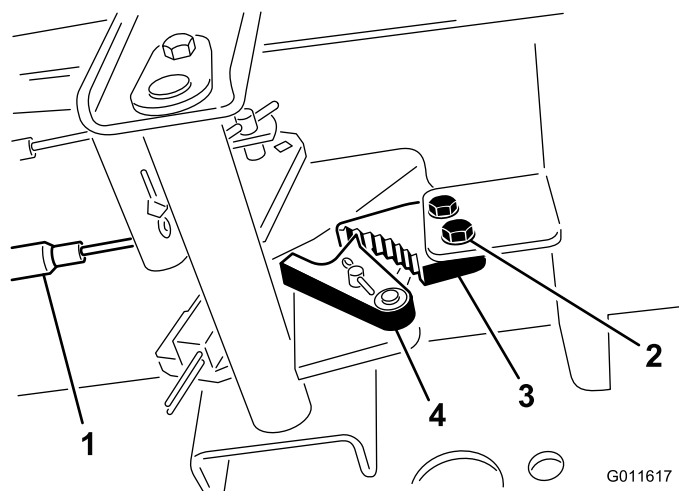

図 36
- 駐車ブレーキのツメをフレームに固定しているネジ2本をゆるめる (図 36)。
2. ブレーキのツメが戻り止めに完全に掛かるまで駐車ブレーキペダルを前に踏み込む(図36)。